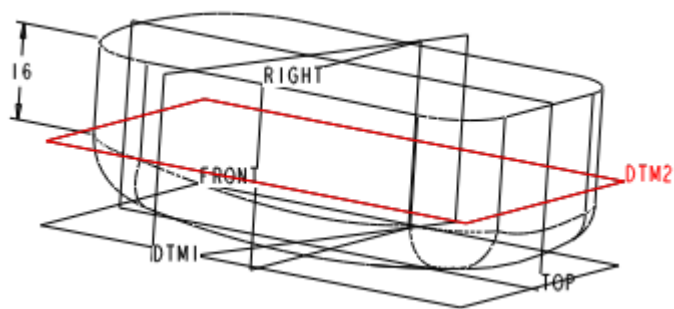

图 42-16
(4) 使用基准平面工具建立一个与模型底面平行的基准平面，如图 42-16 所示。